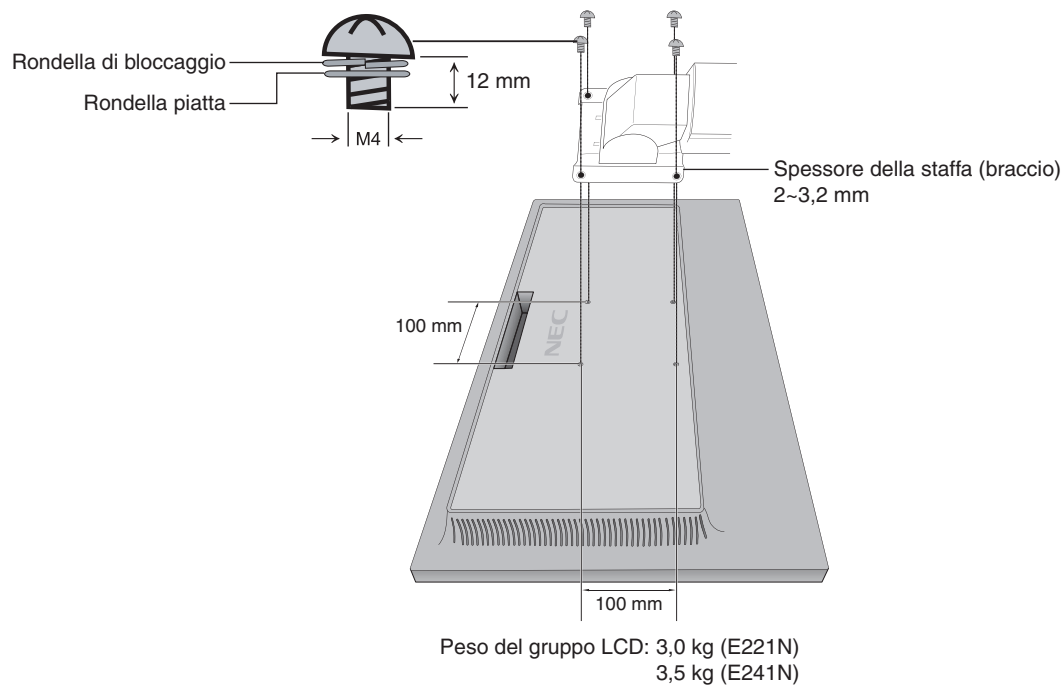

Figura F.1
2. Utilizzare le 4 viti rimosse dal supporto oppure le viti specificate per fissare il braccio al monitor (**Figura F.1**).
Attenzione: Utilizzare SOLO le viti (4 pezzi) rimosse dal supporto o le viti specificate (**Figura F.1**) per evitare danni al monitor o al supporto.